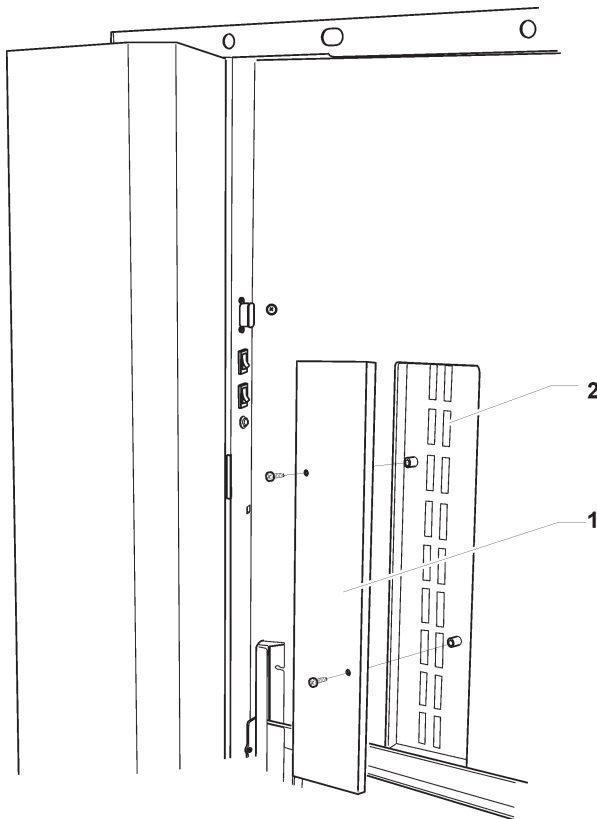

fig. 13
La introducción de las etiquetas de selección se efectúa desde el interior de la puerta, para introducir las etiquetas es necesario (véase la fig. 13):
- Aflojar la unión que fija el tubo de alimentación de la electroválvula para descargar la presión residual de la red y ajustarlo nuevamente (véase la fig. 13);